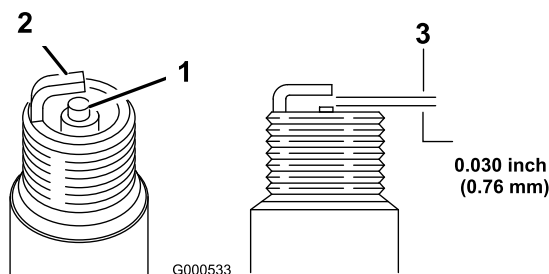

Figure 29
2. Débranchez la bougie (Figure 29).
5. Réglez l'écartement des électrodes à 0,76 mm (Figure 29).